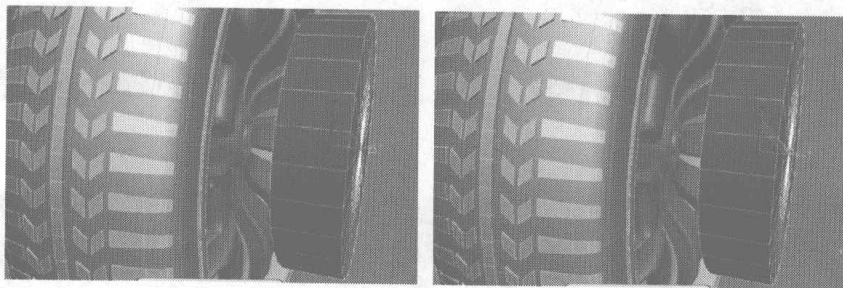

图 7.293
- 47 单击右键，在弹出的快捷菜单中选择 **Convert to Editable Poly** 命令，将该物体转换为可修改的 Polygon 模型。选择圆柱体侧面的两圈曲线，调整曲线的位置，如图 7.293 所示。